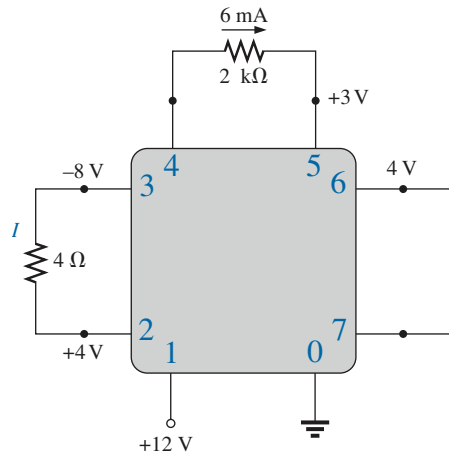

FIG. A4.124
- *41. Para el circuito integrado de la figura A4.124, determine $V_0, V_4, V_7, V_{10}, V_{23}, V_{30}, V_{67}, V_{56}$, e I (magnitud y dirección).